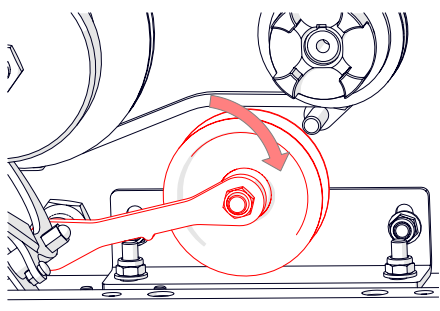

Abb. 15G – Riemenscheibe so einstellen, dass der Riemen im ausgekuppelten Zustand nicht berührt wird.
9. Die Spannriemenscheibe so einstellen, dass sie bei ausgekuppeltem Antriebshebel auf der Halterung aufliegt (Abb. 15G) und möglichst wenig Kontakt mit dem Riemen hat.